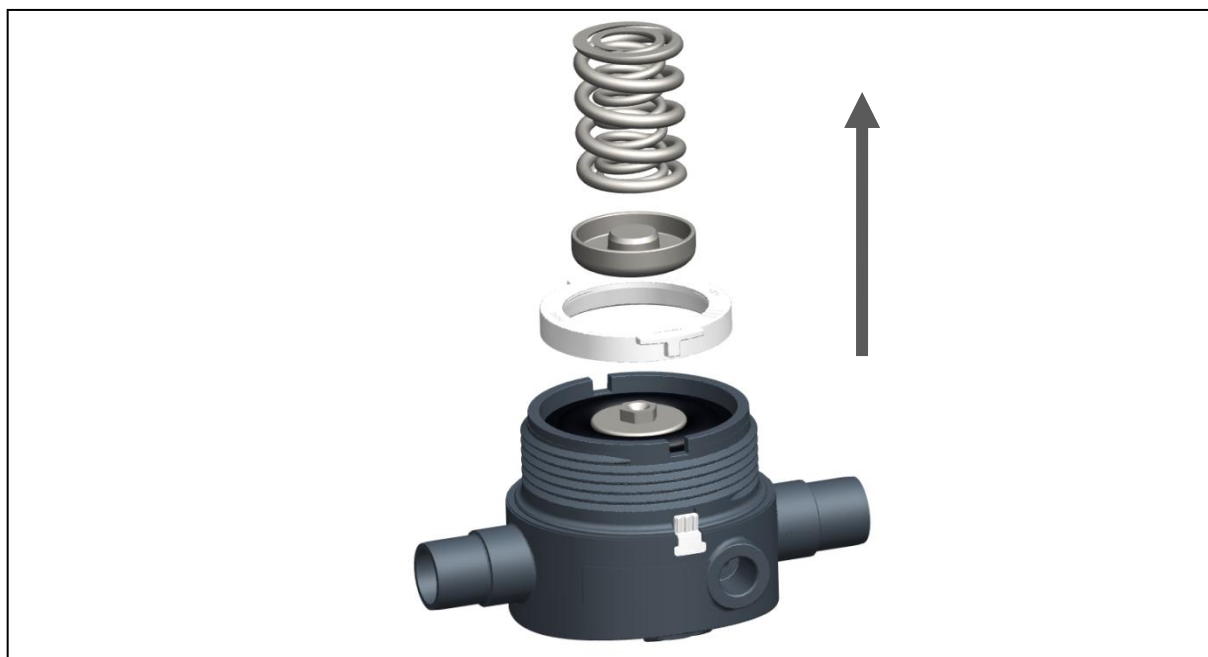

Abb. 8
- ▶ Druckstück, Federn und Haltering entnehmen, siehe Abb. 8